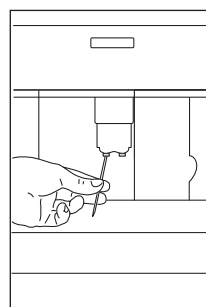

Fig. 34
- ▶ Vérifier régulièrement que les trous dans le bec à café ne sont pas bloqués. Si nécessaire, retirer les dépôts de café avec un cure-dent (Fig. 34).